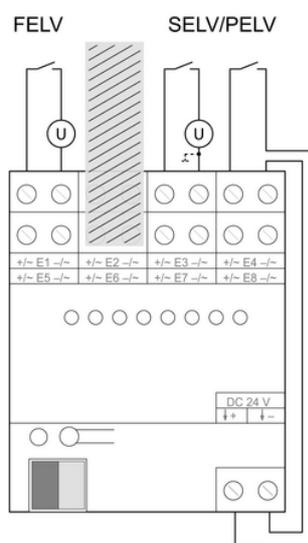

Figura 5
- Dejar dos entradas sin utilizar entre las entradas conectadas a los circuitos MBTS/MBTP y MBTF (figura 5).